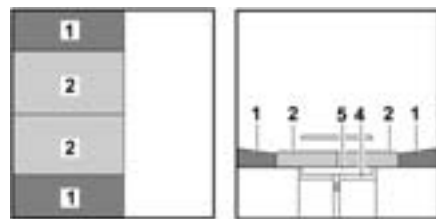

Bild 74 Nach dem Umbau
- Die Sitzpolster (Bild 74,2) zur Mitte ziehen.
- Die Rückenpolster (Bild 74,1) zwischen die Sitzpolster und die Wand legen.